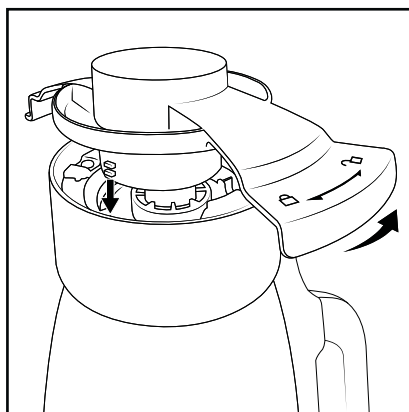

Fig. 4
- Com o auxílio do bloqueio da tampa **14**, retire a lâmina **17**. Para isso, pouse o bloqueio da tampa **14** sobre os dispositivos de fixação existentes na parte inferior da lâmina **17** e rode-o no sentido contrário ao dos ponteiros do relógio até ser possível retirar a lâmina **17** (fig. 4).